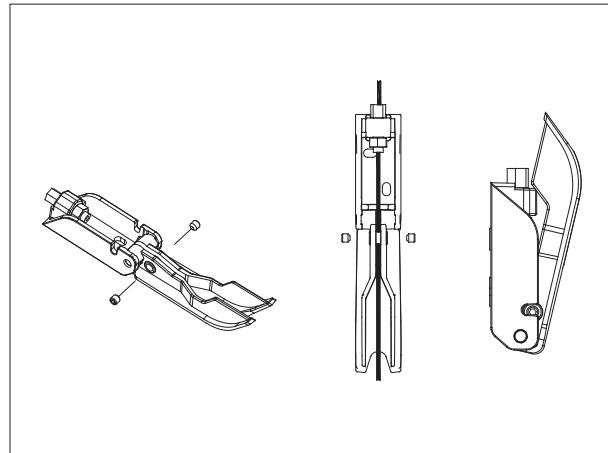

Рис. 12
1. Заправьте трасс в ручную разблокировку (рис. 12).